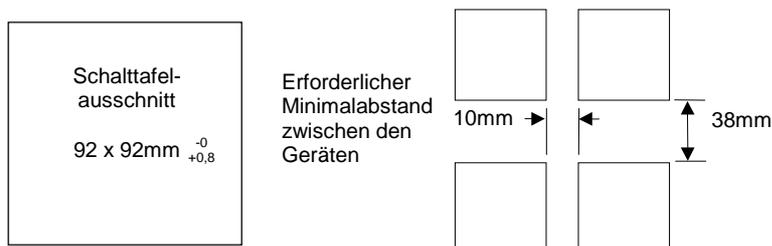

Abbildung 2-2: Schalttafel-ausschnitt und erforderlicher Minimalabstand
1. Bereiten Sie den Schalttafel-ausschnitt nach den Angaben in Abbildung 2-2 vor. Achten Sie darauf, daß Sie die nötigen Abstände zwischen den Geräten einhalten. Lassen Sie genügend Platz zu anderen Geräten, die durch Wärmeentwicklung die Funktion des Reglers beeinflussen könnten.